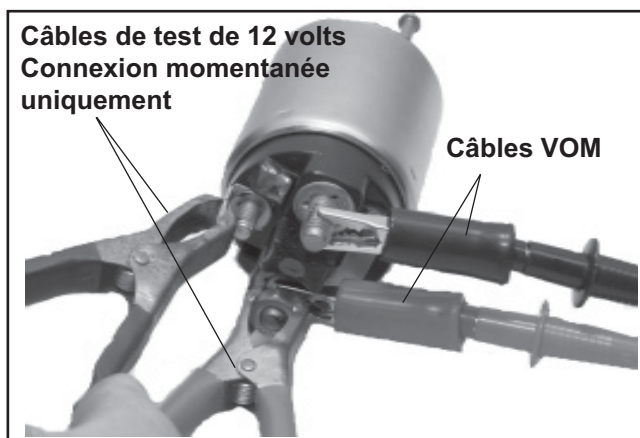

Figure 8-29. Test de continuité de contact de la bobine d'engagement /solénoïde.
Utiliser un ohmmètre réglé sur une plage audible ou Rx2K et brancher les deux câbles de l'ohmmètre aux deux raccords larges. Effectuer le test précédent (1) et contrôler la continuité. Voir la figure 8-29. L'ohmmètre doit indiquer une continuité. Dans le cas contraire, le solénoïde doit être remplacé. Répéter le test plusieurs fois pour confirmer l'état.